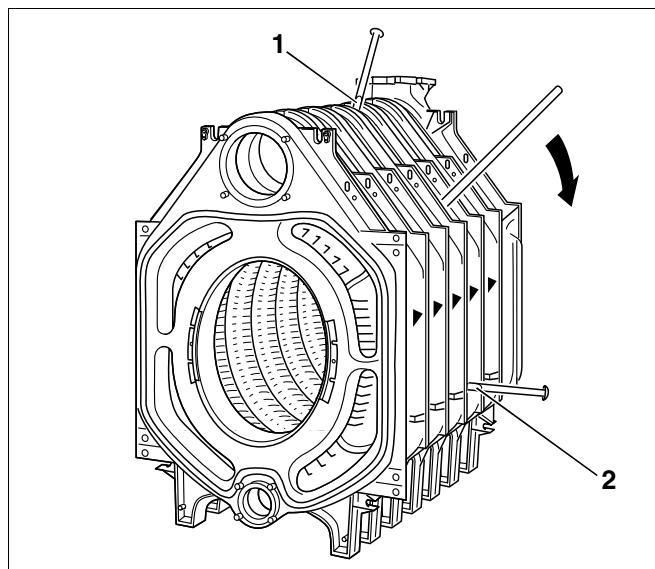

Fig. 27 Adskillelse af kedelkrop
- Adskil kedlen på det utætte sted ved at slå fladkiler eller mejsler ind på de dertil beregnede steder (fig. 27, **pos. 1** og **2**, foroven og forneden mellem kedelementerne).